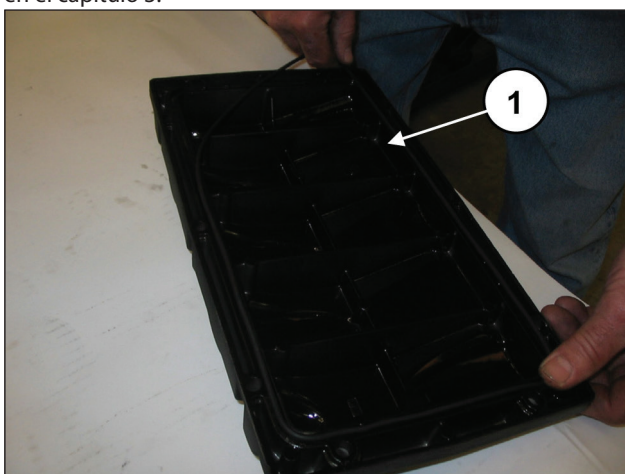
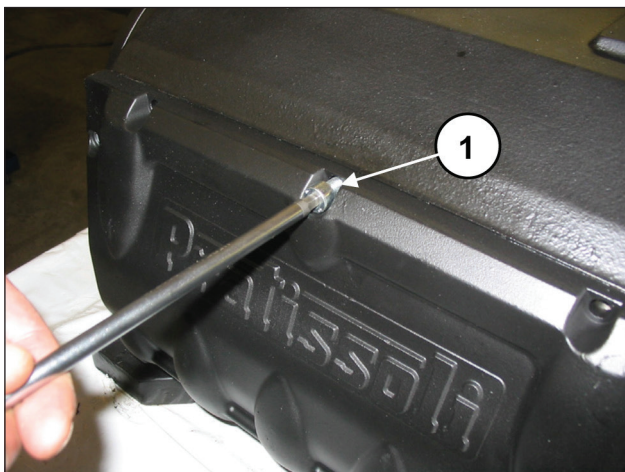

Fig. 84
Fig. 85
Introducir la junta tórica en la tapa trasera (pos. ①, Fig. 84) y fijarla al cárter con 10 tornillos M8x18 (pos. ①, Fig. 85). Ajustar los tornillos con la llave dinamométrica como se indica en el capítulo 3.